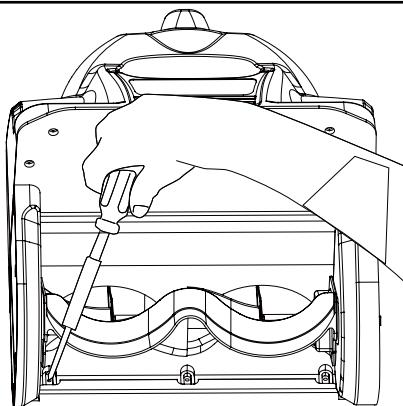

Fig. 10
- Con un desatornillador en cruz quite los tres tornillos que se encuentran debajo del impulsor y que aseguran el raspador a la carcasa. (Fig. 10).